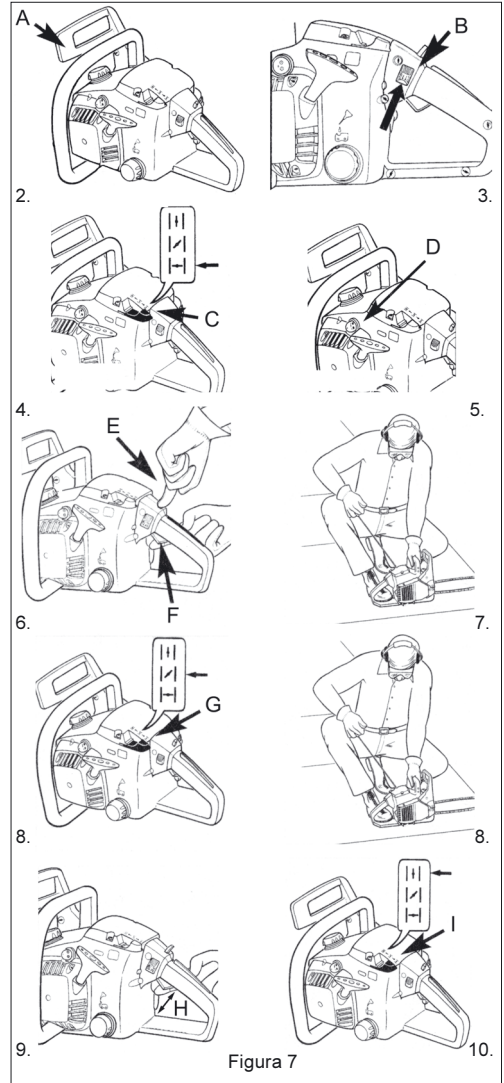

Figura 7
Arrancar el motor en frío (Figura 7)
- Coloque la motosierra sobre una superficie firme y nivelada. Sujete la sierra como muestran las ilustraciones de la Figura 7, con la mano izquierda en la empuñadura delantera, y pisando con el pie derecho la empuñadura trasera. Sujete el pomo de arranque y tire rápidamente 4 veces del cable de arranque. Los tirones deben ser secos y extraer completamente el cordón.
- Sitúe la palanca amarilla del estrangulador (G) en la posición intermedia $\left| \begin{array}{c} \uparrow \\ \downarrow \end{array} \right|$ y tire del pomo de arranque hasta que el motor se ponga en marcha.
- Deje el motor en marcha unos 10 segundos. Después presione brevemente el acelerador (H), el motor gira al ralentí, sin mover la cadena.
En caliente, el motor se puede arrancar sin recurrir al estrangulador. El procedimiento es el mismo que para el arranque en frío, pero situando la palanca en la posición intermedia $\left| \begin{array}{c} \uparrow \\ \downarrow \end{array} \right|$ (vea la Figura 7).
- Suelte el acelerador (H, Figura 7).
- Desconecte el encendido empujando hacia abajo el interruptor de parada (B, Figura 7).